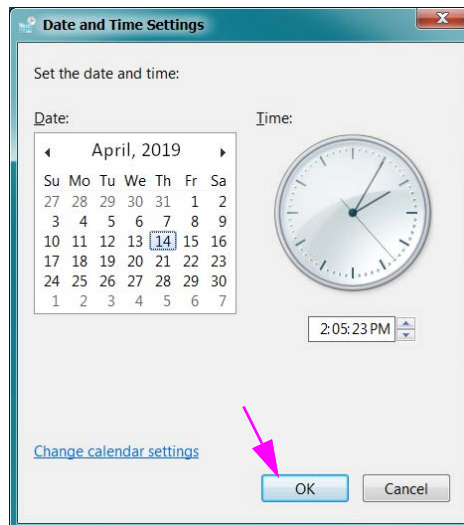

Abbildung 2-32. Dialogfeld „Date and Time Settings“ (Datums- und Uhrzeit-Einstellungen)
2. Klicken Sie auf die Schaltfläche **Change Date and Time...** (Datum und Uhrzeit ändern...). Daraufhin öffnet sich das Dialogfeld „Date and Time Settings“ (Datums- und Uhrzeit-Einstellungen). Siehe Abbildung 2-32.